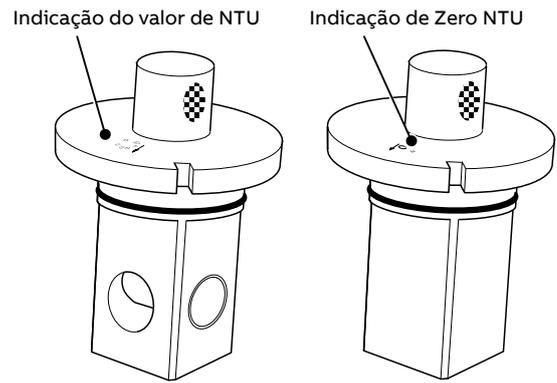
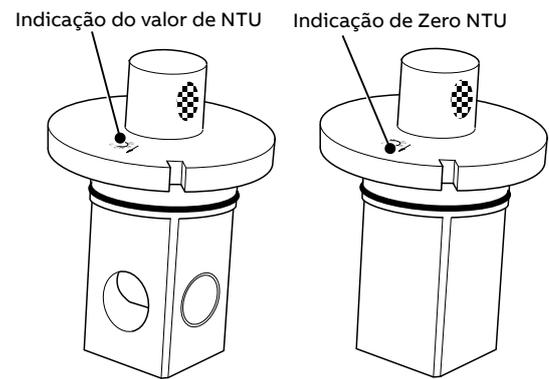
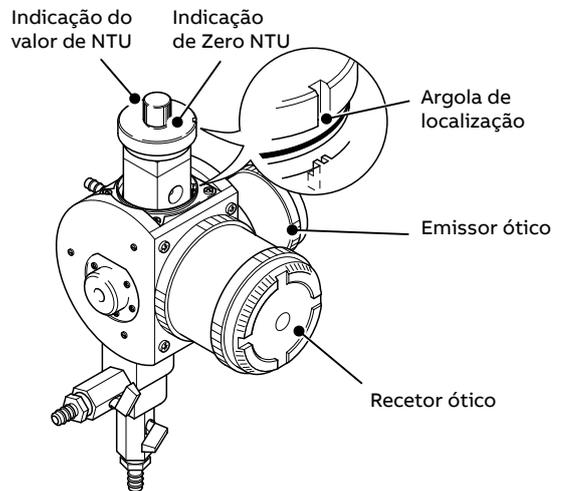

Figura 9 Norma de calibração a seco para sensores de curto alcance
Figura 10 Norma de calibração a seco para sensores de grande alcance
Figura 11 Inserir a norma a seco
- 9 Insira a norma de calibração a seco com a indicação de zero NTU (consulte Figura 9 ou Figura 10) voltada para o recetor ótico, assegurando que a argola de localização encaixa corretamente. Consulte Figura 11.
- 11 Remova a norma a seco, vire-a até 180° e volte a colocá-la, assegurando que a indicação do valor NTU (consulte Figura 9 ou Figura 10) está voltada para o recetor e que a argola de localização encaixa corretamente. Consulte Figura 11.